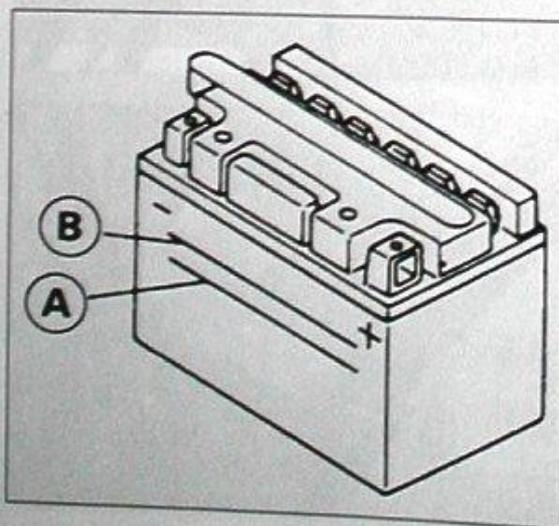

Bild 71
- ☑ Vor Laden sicherstellen, dass Säurepegel bis über MIN-Markierung reicht (Bild 71). Gegebenenfalls destilliertes Wasser (keine Säure!) nachfüllen.